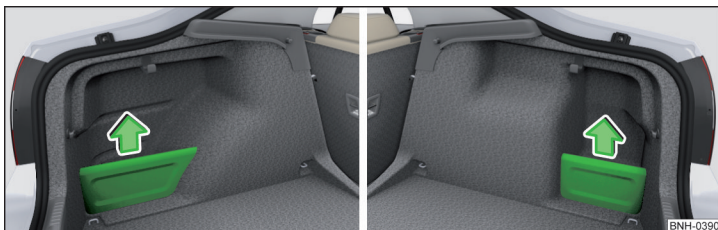

Fig. 111 Detașarea capacului compartimentului de depozitare stânga/dreapta
► Pentru **scoatere**, prindeți capacul de partea de sus și scoateți-l în sensul săgeții » fig. 111.